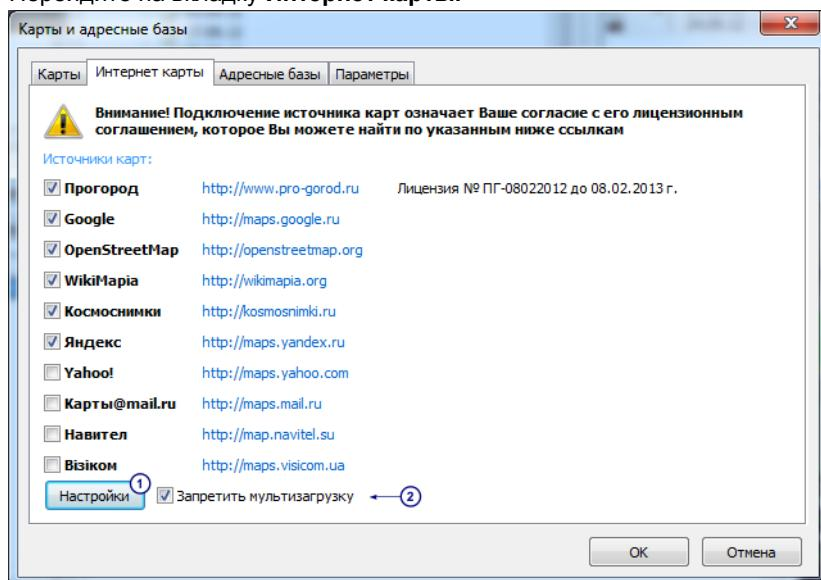

Рис.28 – Интернет карты.
- Для настройки карт нажмите кнопку **Настройки** (рис.28,п.1).
- Выберите **Запретить мультизагрузку** (рис.28,п.2) для того, чтобы отключить одновременную загрузку нескольких карт.